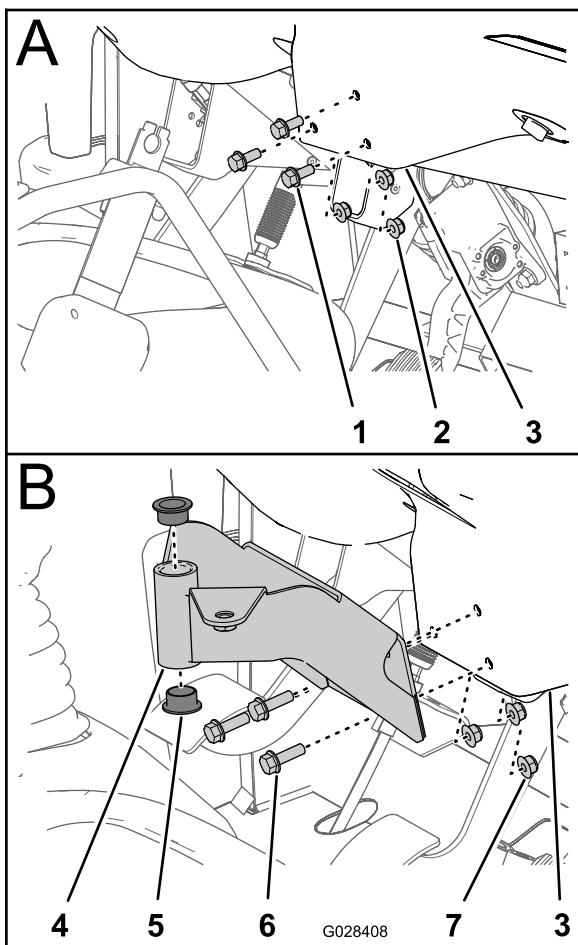

Рисунок 18
- Снимите 3 болта и 3 гайки, которые крепят нижнюю среднюю часть приборной панели к опорному кронштейну приборной панели (Рисунок 18).
2. Совместите отверстия монтажного кронштейна управляющей консоли с отверстиями в приборной панели и опорном кронштейне (Рисунок 18).
4. Затяните гайки и болты согласно (Рисунок 18).
5. Вставьте две пластмассовые втулки в монтажный кронштейн (Рисунок 18).